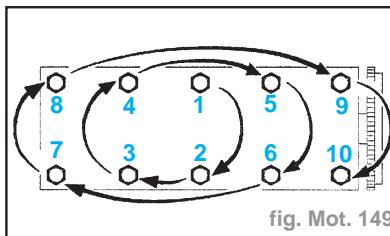

fig. Mot. 149
**Impératif** : Procéder vis par vis et dans l'ordre indiqué (fig. Mot. 149).